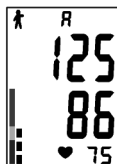

Fig. 14
2. No final de uma medida ou quando o dispositivo está em standby, apertar «M1» ou «M2» para recuperar a memória. Apertando «M1» ou «M2», o visor visualizará a média as últimas três medidas (Fig. 14);